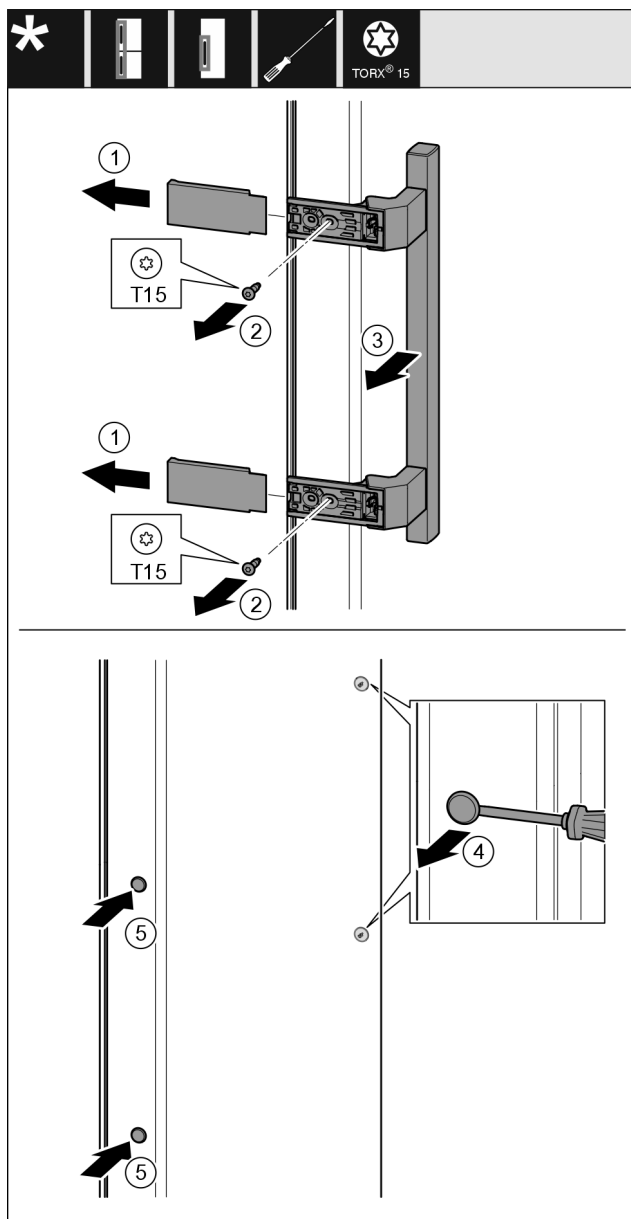

Fig. 23
- ▶ Stáhněte kryt Fig. 23 (1).
- ▶ Šroubovákem vyšroubujte šrouby Fig. 23 (2).
- ▶ Sejměte madlo Fig. 23 (3).
- ▶ Postranní zátku Fig. 23 (4) opatrně plochým šroubovákem nadzvedněte a vytáhněte.
- ▶ Zátku Fig. 23 (5) opět vložte na druhé straně.